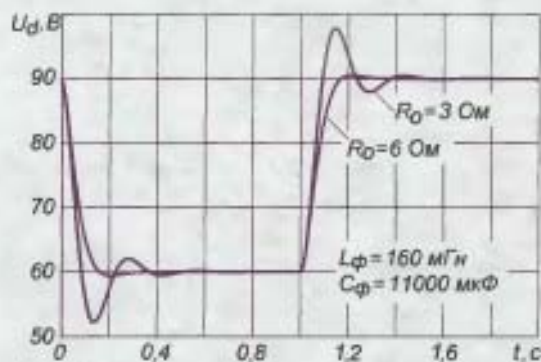

Рис. 13
В зависимости от ее величины фильтр может иметь различный вид переходного процесса установления выходного напряжения $U_{\text{д}}$ при изменении тока нагрузки или напряжения в сети (рис. 13). При $Q > 0,707$ переходный процесс имеет вид затухающих колебаний (рис. 13 при $R_0 = 3 \text{ Ом}$), а на интервале $0,5 < Q < 0,707$ он сопровождается небольшим выбросом на кривой напряжения $U_{\text{д}}$ (рис. 13 при $R_0 = 6 \text{ Ом}$), исчезающим при $Q < 0,5$. При работе блока питания на динамическую нагрузку, которой является УМЗЧ, колебательный переходный процесс нежелателен, поэтому необходимо, чтобы выполнялось условие $Q < 0,707$, т. е. при заданных значениях $L_{\text{д}}$, $C_{\text{ф}}$ сопротивление R_0 должно быть больше некоторой определенной величины, которую можно найти из (20).